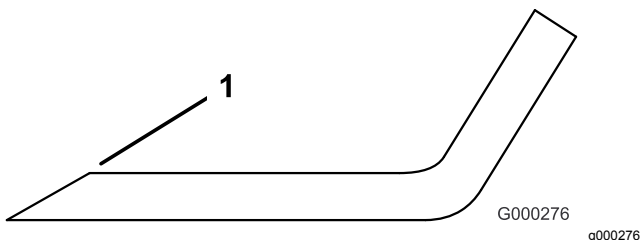

図 31
3. すべてのブレードの刃先を点検し、刃先が丸くなっていたり打ち傷がある場合には研磨する **図 31**。
注 研磨は刃先の上面だけに行い、刃の元々の角度を変えないように十分注意する **図 31**。両方の刃先から等量を削るとブレードのバランスを維持することができます。